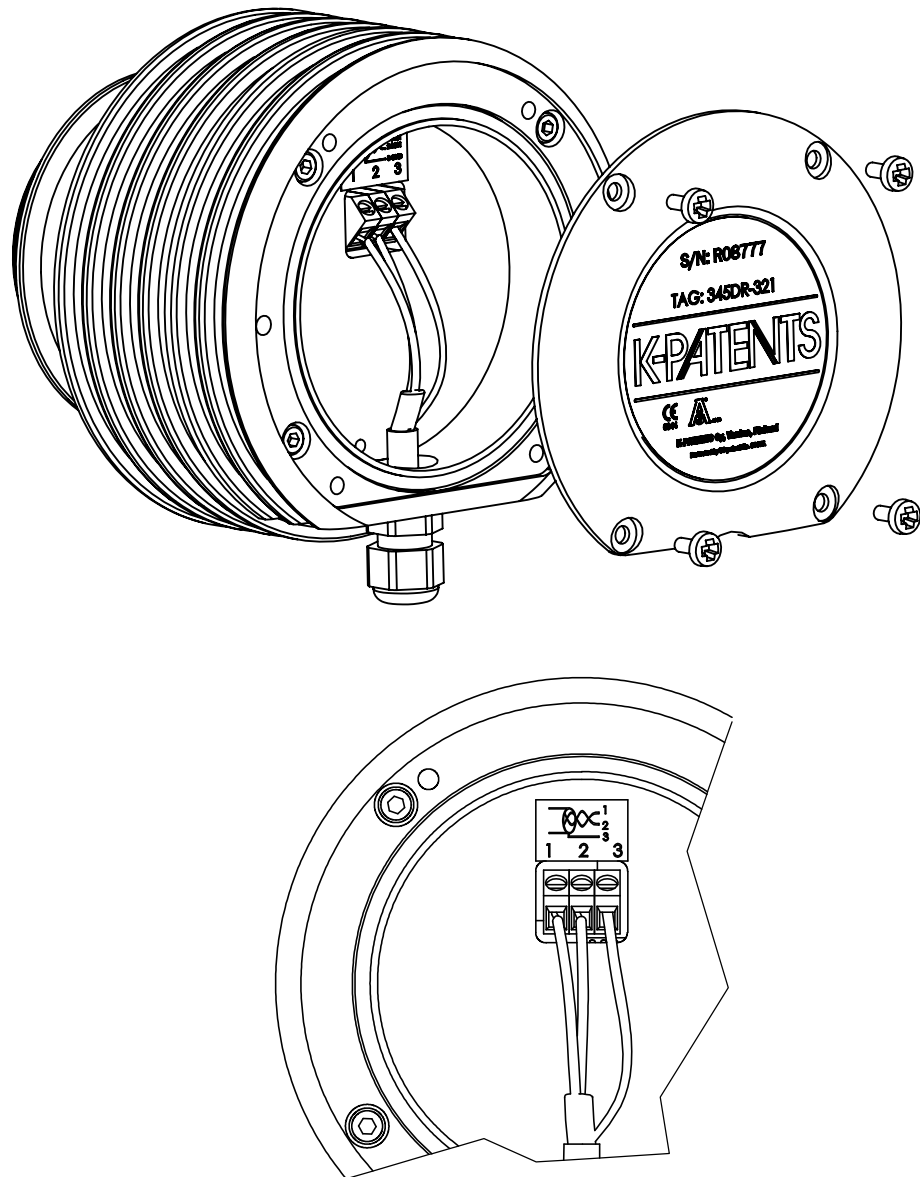

Figura 3.4 Conexiones eléctricas del sensor
1. Retirar los cuatro tornillos que sostienen la placa del nombre del Sensor (Figura 3.4). La banda terminal está debajo de la placa del nombre.
2. Conectar los cables de señal a las terminales (1) y (2), y el blindaje de cable a la terminal (3).